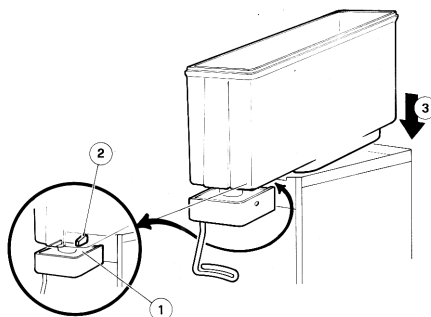

figura 8
CADDY 5/2 - 5/3 - 5/4: Asegurarse que el cuerpo del grifo (1) quede debajo del resalto (2) del plano recoge-gotas (ver figura 8).